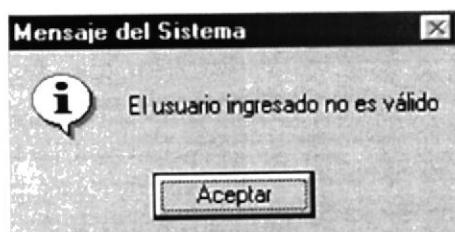

Figura 4.7 Mensaje de información de usuario no válido
12. En caso de que la identificación del usuario no sea válida, el sistema enseguida muestra el siguiente mensaje (ver figura 4.7)